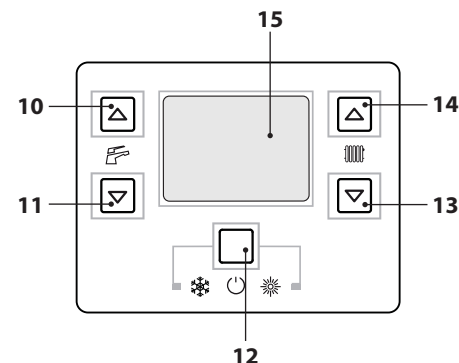

Рисунок 5.41
- Войти в "режим программирования", нажав одновременно и удерживая в течение 10 секунд кнопки 12-13-14 (Рисунок 5.41) до появления на ЖК дисплее кода **P01**, который сменяется значением параметра, указывая на вход в "параметр 01" (Рисунок 5.42).
- Чтобы подтвердить внесенное значение, нажать кнопку 12 (Рисунок 5.41).
- При одновременном нажатии кнопок 12 и 13 (Рисунок 5.41), происходит выход без изменения значения (возврат к перечню параметров, см. Рисунок 5.43).
- При одновременном нажатии и удерживании в течение 10 секунд кнопок 12-13-14 (Рисунок 5.41) происходит выход из "режима программирования".